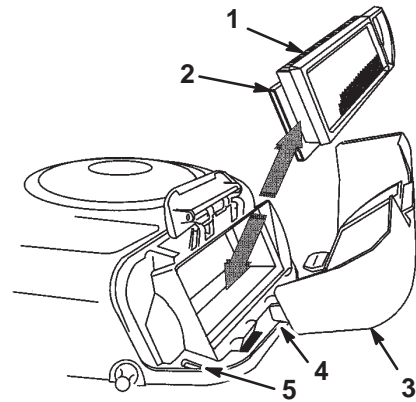

Bild 22
8. Schieben Sie den Papier- und den Schaumeinsatz vorsichtig vom Gebläsegehäuse herunter (Bild 22).
2. Fluchten Sie die Nasen des Luftfilterdeckels mit den Schlitten im Gebläsegehäuse aus (Bild 22).